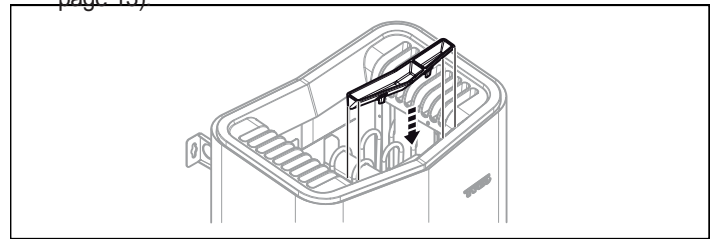

Figure 9 : fixation du support à parfum/de l'humidificateur d'air
3. Fixez le bac à aromates/humidificateur d'air (voir Figure 9, page 13)